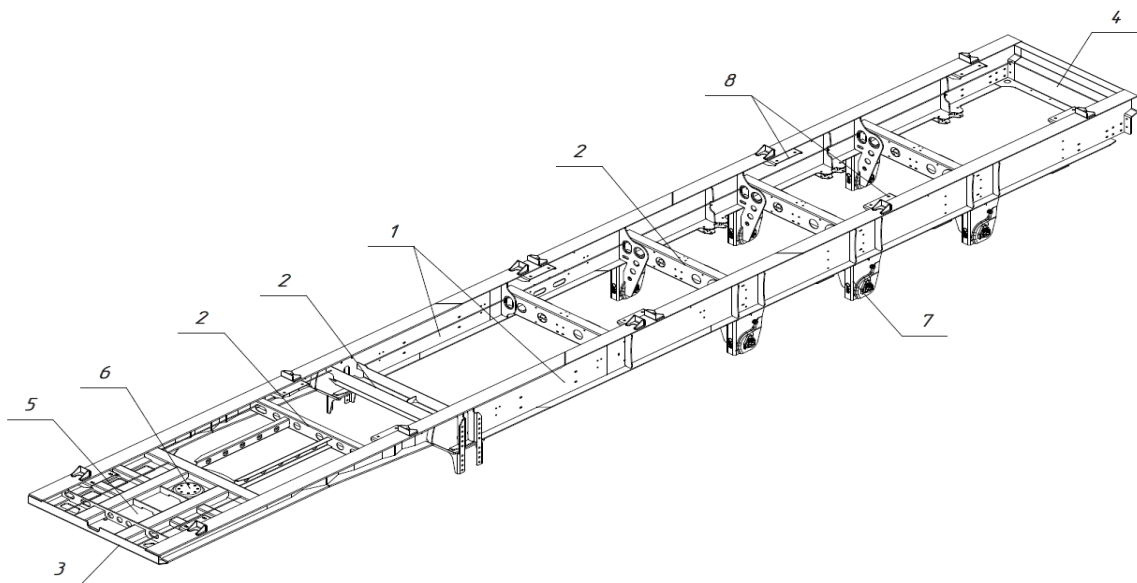

Рис. 1.4 - Рама полуприцепа
Рама полуприцепа (рис. 1.4) сварная и является его основным несущим узлом. Состоит из двух лонжеронов двутаврового сечения (1), промежуточных поперечин (2), передней поперечины (3), задней поперечины (4), шкворневой плиты (5), шкворня (6), кронштейнов подвески (7), и нескольких пар кронштейнов крепления платформы (8) (для разъемной конструкции).